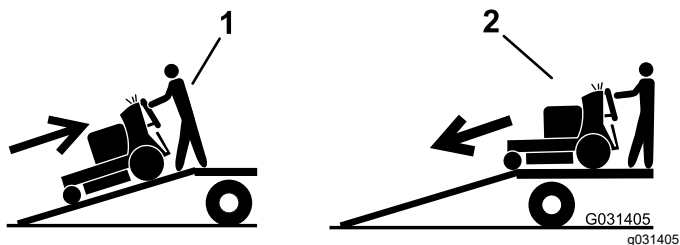

Figura 26
5. Suba la máquina por la rampa en marcha atrás (Figura 26).